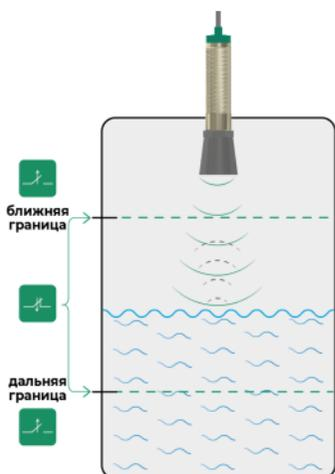

Рисунок 10 – Состояние дискретного выхода в режиме «НО»
2.8.2 В режиме работы «НО», дискретный выход замыкается (замыкает цепь нагрузки), если уровень материала находится внутри окна и размыкается, если уровень материала находится вне окна (см. Рисунок 10). При отсутствии отраженного сигнала дискретный выход разомкнут.